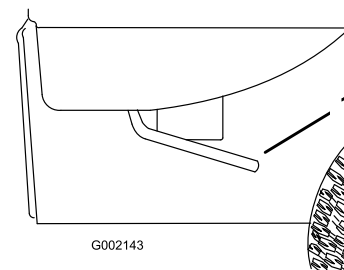

Figura 23
1. Alzate le leve ai lati del cassone e sollevatelo (Figura 23).